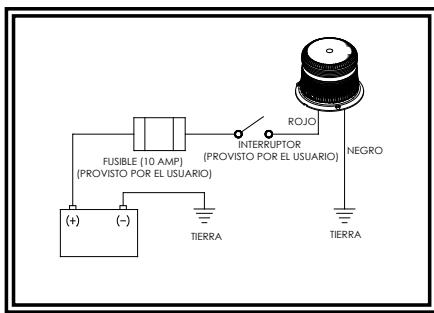

Figura 3
4. Conecte los cables de alimentación como se indica en la sección de cableado (vea la figura 3).
El cableado para esta configuración es el que se muestra en la figura 3 a continuación. Todo el cableado debe ser como mínimo 18 AWG. La línea positiva debe tener un fusible de 10 amperes, según se indica. Se puede utilizar un interruptor para controlar la función de encendido-apagado.